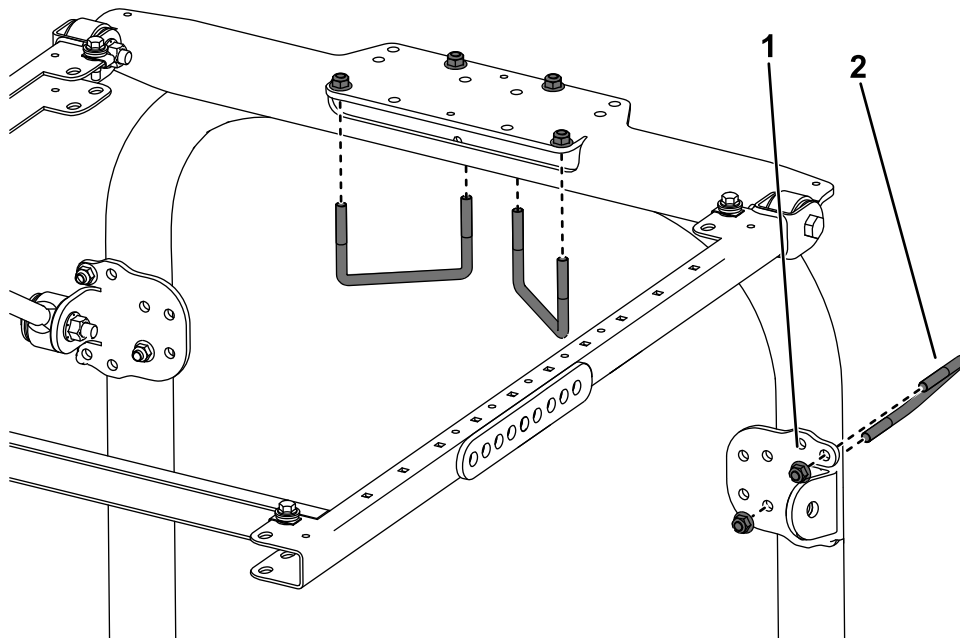

Figure 43
3. Utilisez les trous indiqués à la Figure 43, pour fixer légèrement chacun des supports de renfort aux montants de l'arceau de sécurité à l'aide d'un étrier fileté (3 1/8" x 4") et de 2 écrous à embase.